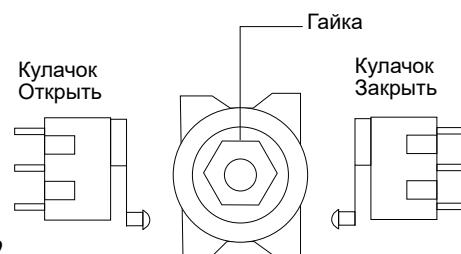

рис. 2
- вращая кулачки (желтый-открытие, красный-закрытие) установите их таким образом, чтобы кулачок зажимал нужный микро выключатель в требуемом положении (**рис. 2**);